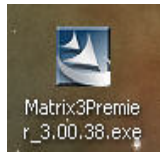

图 3
3. 双击 Matrix3Premier.exe 图标（图 3）。